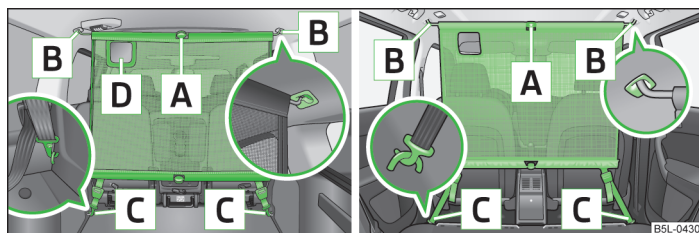

Fig. 61 Utilizzare la rete di separazione dietro i sedili posteriori/dietro i sedili anteriori
- Inserire la barra trasversale nell'alloggiamento **B** » fig. 61 prima da un lato e poi dall'altro, e spingerla in avanti. Nello stesso modo inserire la barra trasversale sull'altro lato del veicolo, nell'alloggiamento **B**.
- Allentare le fasce su entrambi i lati e sganciare i moschettoni **C** » fig. 61.
- Premere il tasto rosso dello snodo **A** » fig. 61 - lo snodo sarà rilasciato.
L'apertura **D** » fig. 61 nella rete di separazione serve per il passaggio della cintura di sicurezza a tre punti » pagina 169.